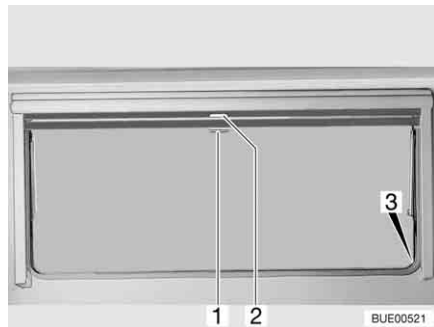

Bild 70 Ausstellfenster
*Schließen:* ■ Verdunklungsrollo am Griff (Bild 70,2) nach unten ziehen. Wenn das Verdunklungsrollo ganz geschlossen wird, das Verdunklungsrollo auf beiden Seiten am Fensterrahmen in die Arretierung (Bild 70,3) einhängen.
*Öffnen:* ■ Wenn das Verdunklungsrollo vollständig geschlossen ist: Den Griff (Bild 70,2) nach unten drücken und den Griff dabei leicht nach innen ziehen. Das Verdunklungsrollo aus den Arretierungen links und rechts am Fensterrahmen aushängen.
■ Wenn sich das Verdunklungsrollo in Zwischenposition befindet: Den Griff (Bild 70,2) leicht nach unten ziehen, bis sich die Arretierung gelöst hat.
*Schließen:* ■ Insektenschutzrollo am Griff (Bild 70,1) nach unten ziehen und auf beiden Seiten am Fensterrahmen in die Arretierung (Bild 70,3) einhängen.
*Öffnen:* ■ Griff (Bild 70,1) nach unten drücken und den Griff dabei leicht nach innen ziehen. Das Insektenschutzrollo aus den Arretierungen links und rechts am Fensterrahmen aushängen.